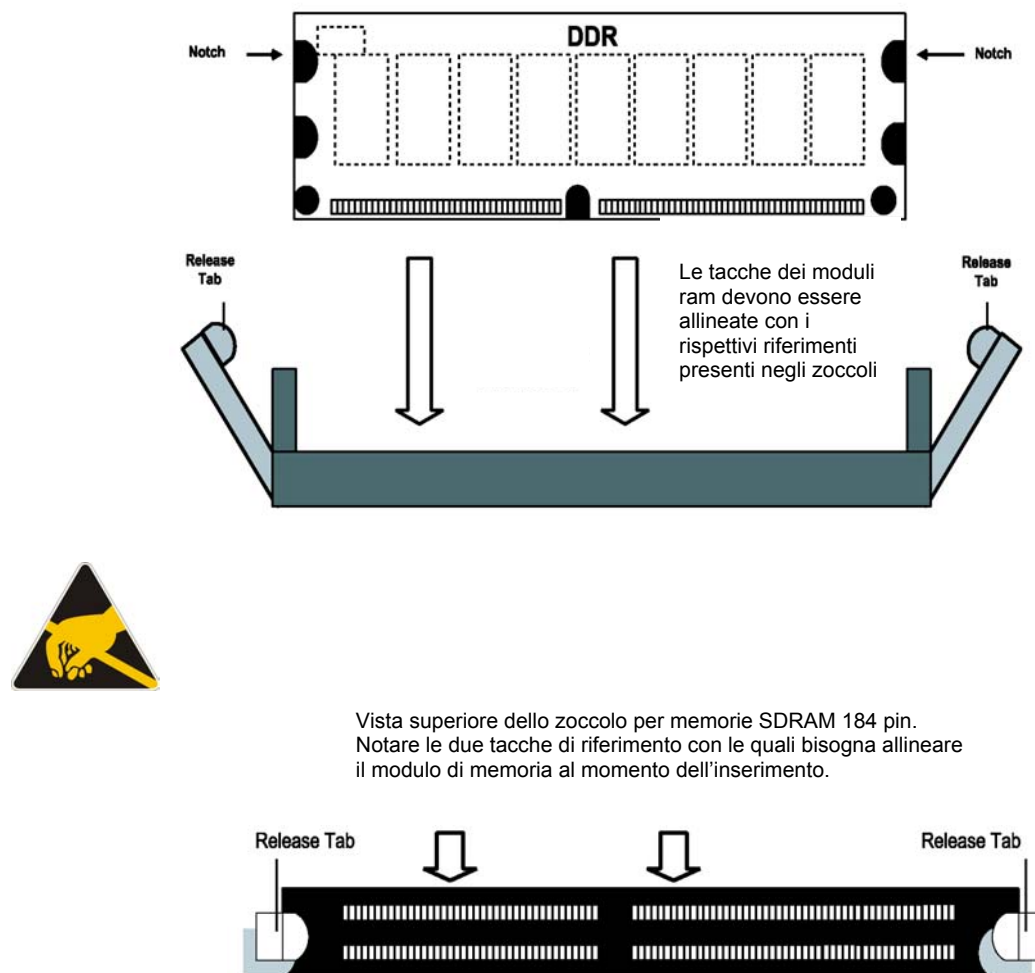

Figura 7. Installazione dei moduli di memoria DIMM
2. Individuare sulla scheda madre la posizione degli zocchi contenenti i moduli DIMM della memoria di sistema. (moduli DIMM hanno un verso unico di inserimento e hanno una o due chiavi a seconda se SDRAM o DDR RAM, le quali permettono l'inserimento nello zoccolo in un solo verso vedi figura 7).